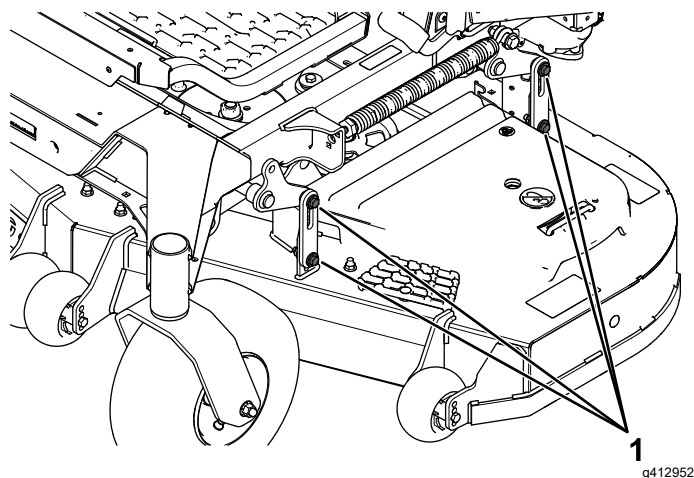

Figure 92
16. Desserrez les boulons (Figure 92) aux quatre coins de sorte que le tablier repose solidement sur les 4 cales.